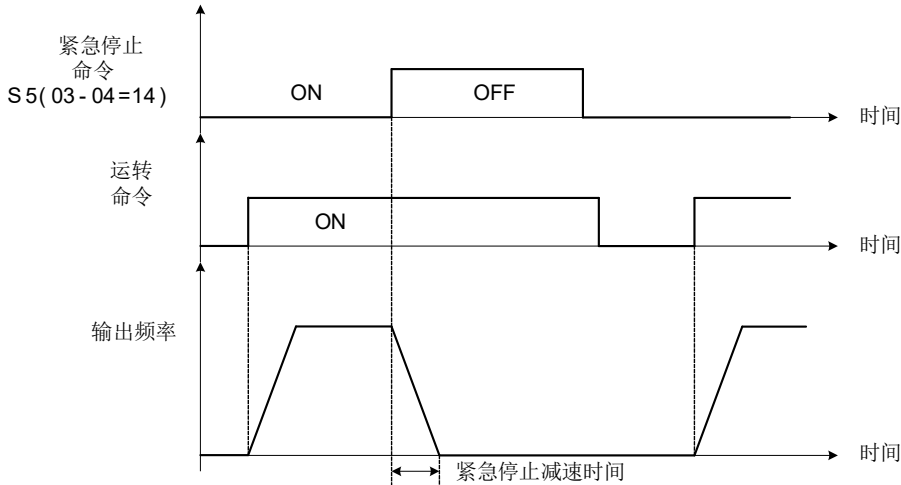

图 4.3.9 紧急停止运转范例
- 在紧急停止指令被输入后,，在变频器停止前,，无法被重新启动。若需取消紧急停止，请关闭运转指令及紧急停止指令。请参考下图 4.3.9。